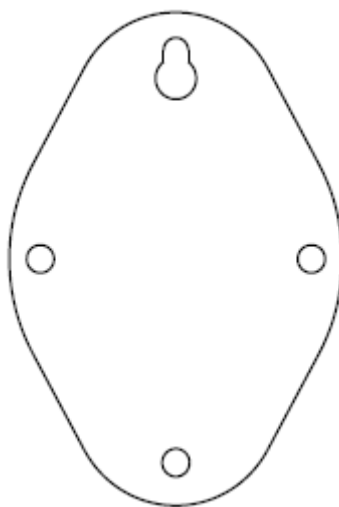

図 2-4 マウントテンプレート
7. 図 2-4 のように、ドリルテンプレートに従って壁にネジ穴をドリルします。